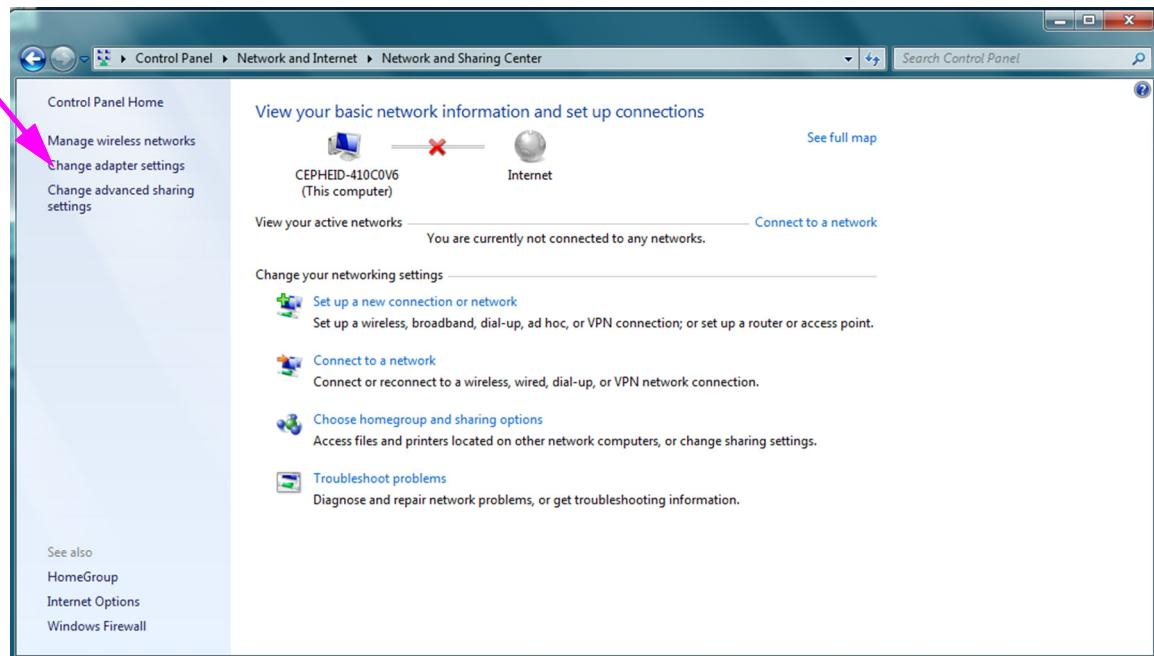

Figure 2-38. Écran Network and Sharing Center (Centre Réseau et partage)
4. Cliquer sur **View network status and tasks** (**Afficher l'état et la gestion du réseau**). L'écran **Network and Sharing Center** (**Centre Réseau et partage**) s'affiche. Voir la Figure 2-38.